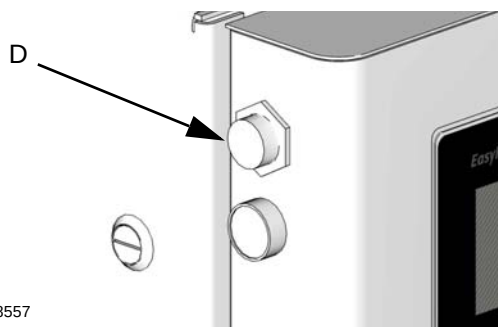
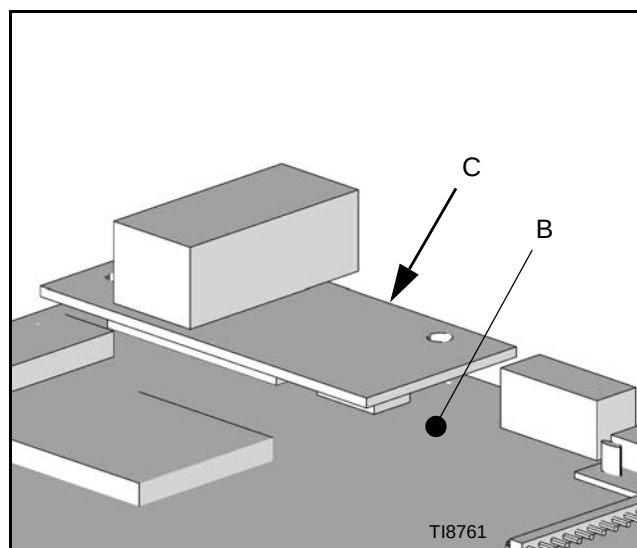
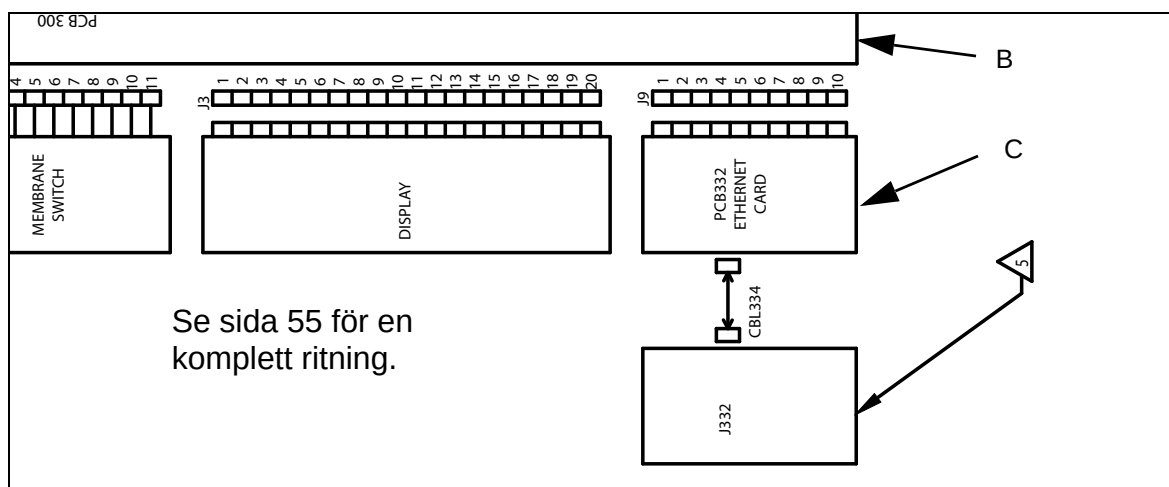

FIG. 40 Installation av RJ45-kåpkontakt
FIG. 42
FIG. 43
5. Anslut Ethernet-enheten 249183 (C) till J9 och säkerställ att RJ45-kontakten är riktad nedåt. Se FIG. 42 och FIG. 43.
6. Säkra Ethernet-enheten 249183 (C) till EasyKey-skärmen 249480 (B) med den medföljande hårdvaran.
7. Ta bort plugg (D) som täcker Ethernet-öppningen i kontrollpanelens övre högra hörn. Se FIG. 40.
9. Anslut den ena ändan av Ethernet-kabeln till Ethernet-enheten 249183 (C).